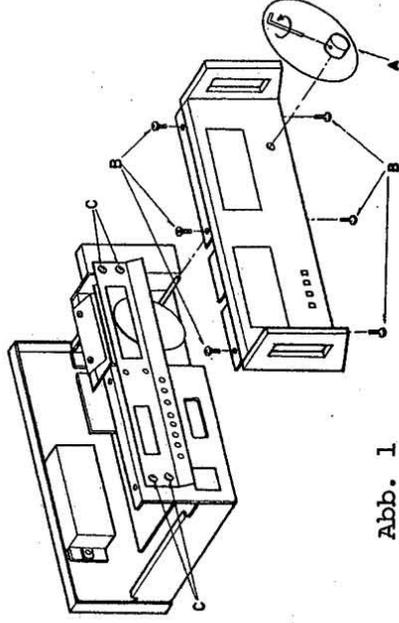

Abb. 1
2) Lockere eine Befestigungsschraube mit einem hektagonalen Schraubenschlüssel mit 2 mm Kantenabstand und ziehen Sie den Abstimmknopf heraus. (in Abb. 1 mit A gekennzeichnet).
4) Drehen Sie sechs Befestigungsschrauben (in Abb. 1 mit B gekennzeichnet) heraus und nehmen Sie die Frontseite nach vorne ab.
5) Drehen Sie sechs Befestigungsschrauben heraus (in Abb. 1 mit C gekennzeichnet) und nehmen Sie die Schutzplatte ab.